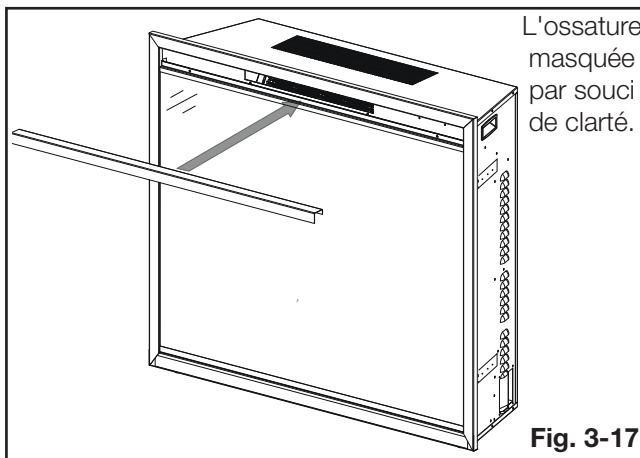

Fig. 3-17
13. Réinstallez le couvercle décoratif en avant qui est tient en place avec 2 aimants (**Fig. 3-17**).